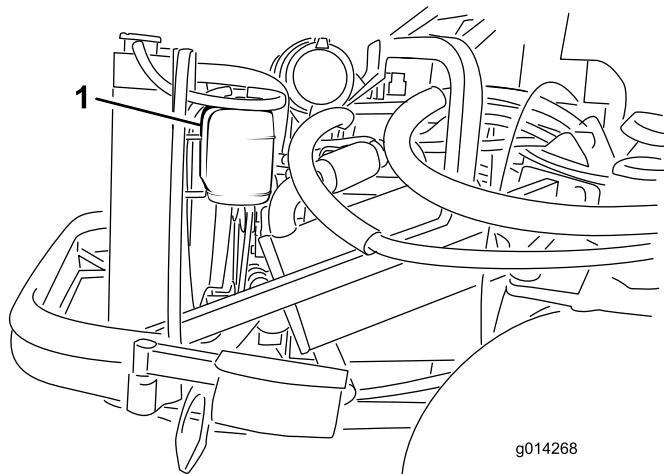

図 53
- 液量の点検は補助タンクで行う(図 53)。タンク側面についている2本のマークの間にあれば適正である。